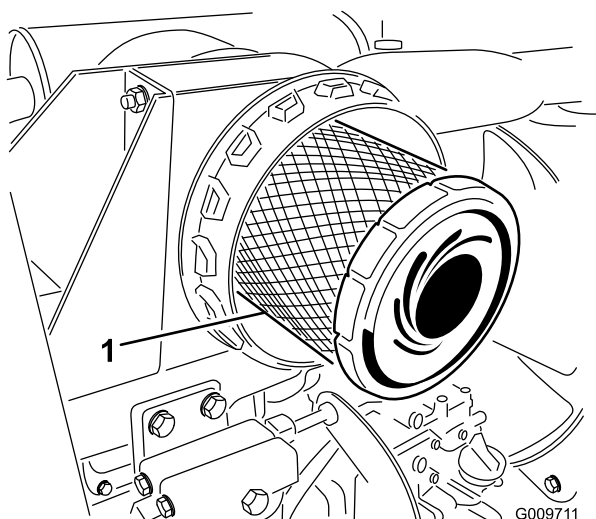

Рисунок 34
3. Снимите и замените фильтр первичной очистки(Рисунок 34).